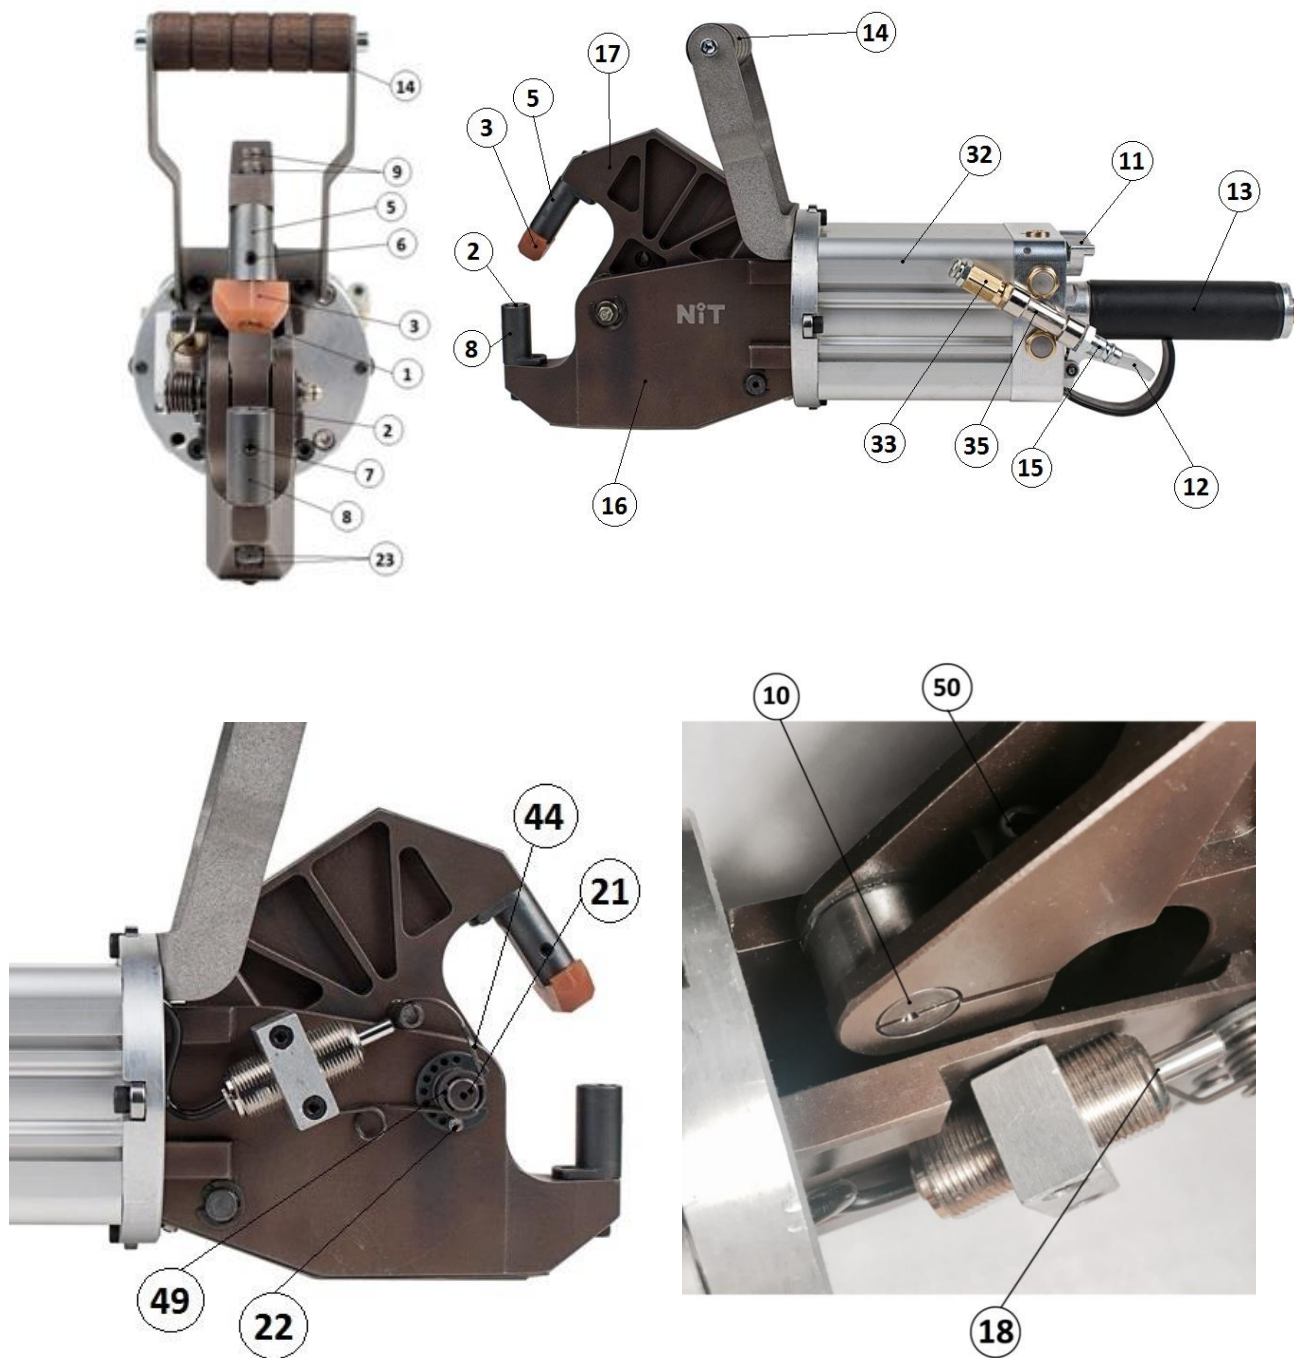

Рис. 1
- При работе с инструментом держитесь только за рукоятки **13** и **14** **Рис. 1** (смотри выше);
- 7) **Рис.1** Снимите Резиновый съемник **3**, нажмите на Коромысло **17**, преодолевая воздействие пружины так, чтобы пуансон вошел в матрицу. При этом внимательно